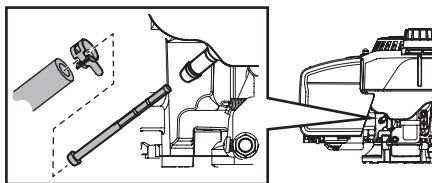

Figure 12
- Enlevez le collier du conduit d'essence avant de détacher le conduit de la sortie (Figure 12).
- Tenez le filtre neuf par l'épaulement et insérez-le complètement dans la sortie (Figure 12).